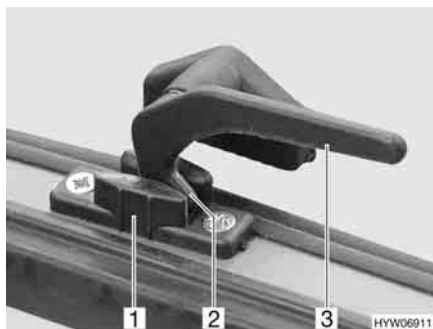

Fig. 33 Leva di serraggio in posizione "Aerazione continua"
- In posizione di "Aerazione continua" (Fig. 33)
- Ruotare la leva di serraggio (Fig. 33,3) di un quarto di giro verso il centro della finestra.
- Ruotare la leva di serraggio di un quarto di giro verso il telaio della finestra. Riportare contemporaneamente il nasello di chiusura (Fig. 33,2) nella rientranza della chiusura della finestra (Fig. 33,1).